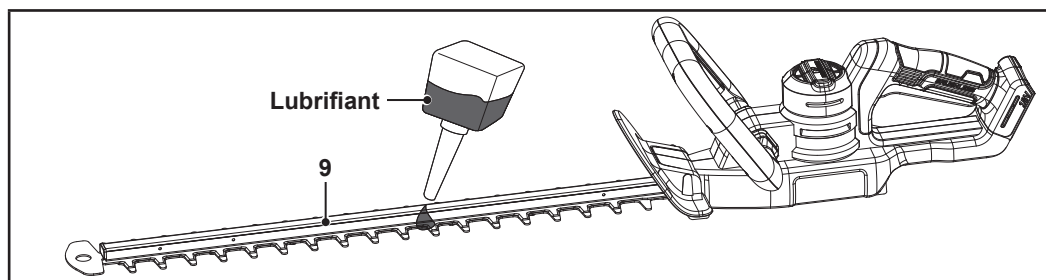

Fig. 8
- Les surfaces internes de la lame (9) doivent être régulièrement lubrifiées pendant le fonctionnement (Fig. 8).
- Les surfaces internes et externes de la lame (9) doivent être lubrifiées avant le rangement (Fig. 8).